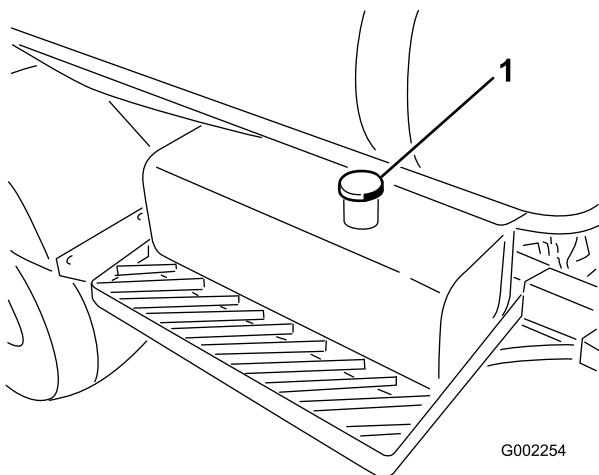

図 58
3. 油圧オイルタンクの注油口周辺をきれいに拭き、キャップを外す（図 58）。